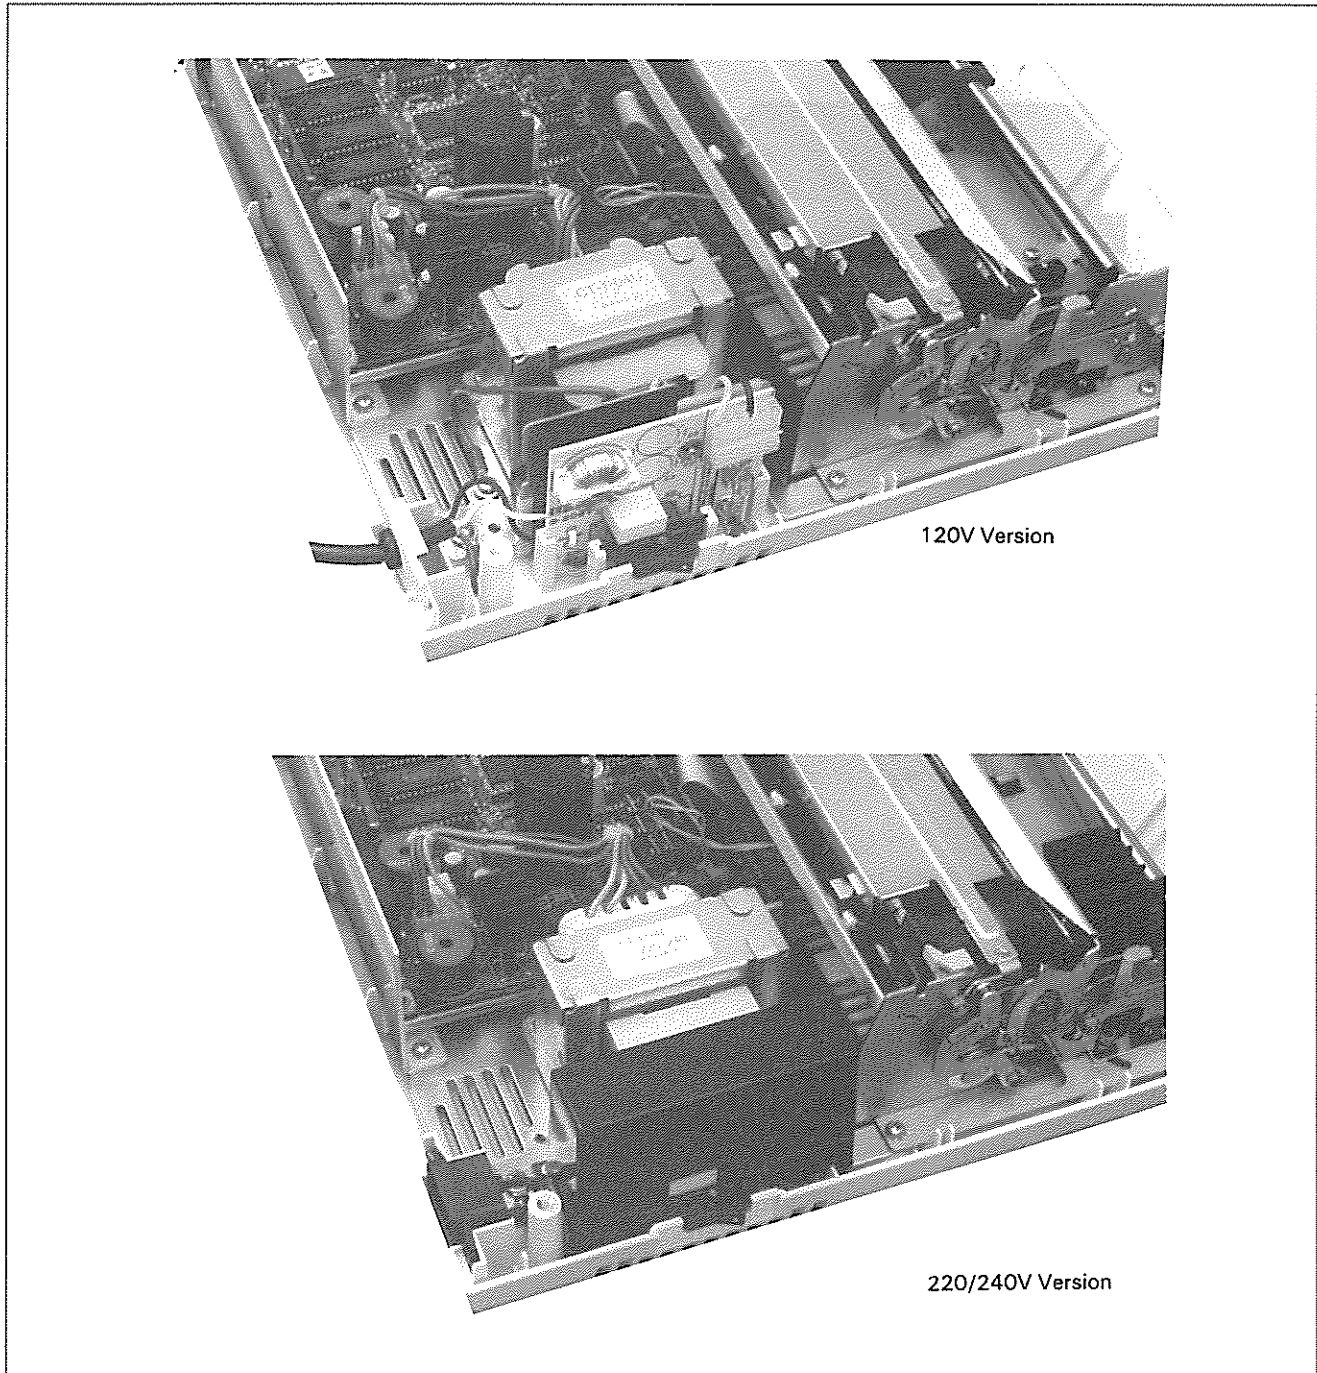

Fig. 1-8. Power Circuit
1.4.3 POWER CIRCUIT (Refer to Fig. 1-8.)